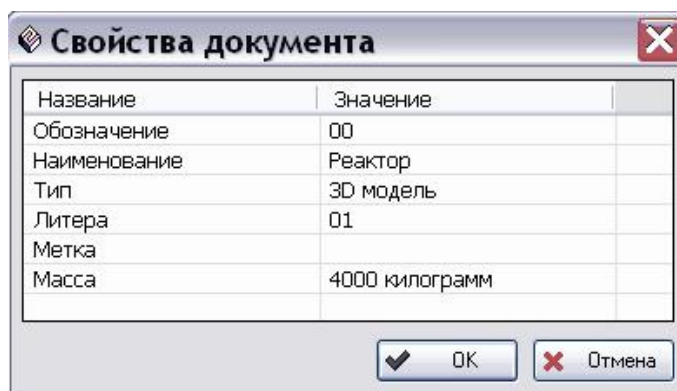

Рис. 24
5. Окно Редактирование значения для других свойств документа отличается только названием свойства над полем ввода. В окне Свойства документа введите значения свойств модели 00.sldasm, как показано на Рис. 24.